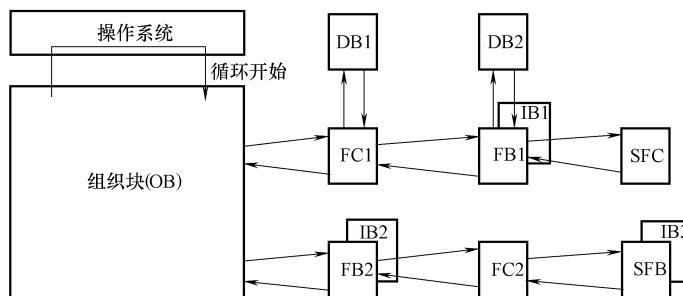

图 5-2 块结构
在 S7 软件中，结构化的用户程序是以块的形式出现的。块是一些独立的程序或者数据单元。在 STEP 7 中，块通常由组织块 (OB)、功能块 (FB)、系统功能块 (SFB)、功能 (FC)、系统功能 (SFC)、背景数据块 (DI) 和共享数据块 (DB) 组成，如图 5-2 所示。各块均有相应功能，如表 5-1 所示。